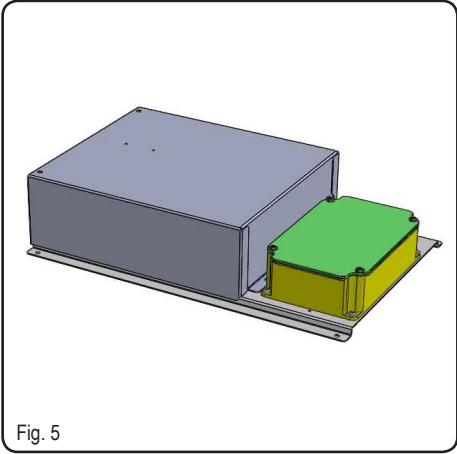

Fig. 5
7. Die Metallschachtel mit den elektronischen Bauelementen für eventuelle Wartungseingriffe an einen leicht zugänglichen Ort stellen und die Steckverbinder anschließen (Abb. 5).